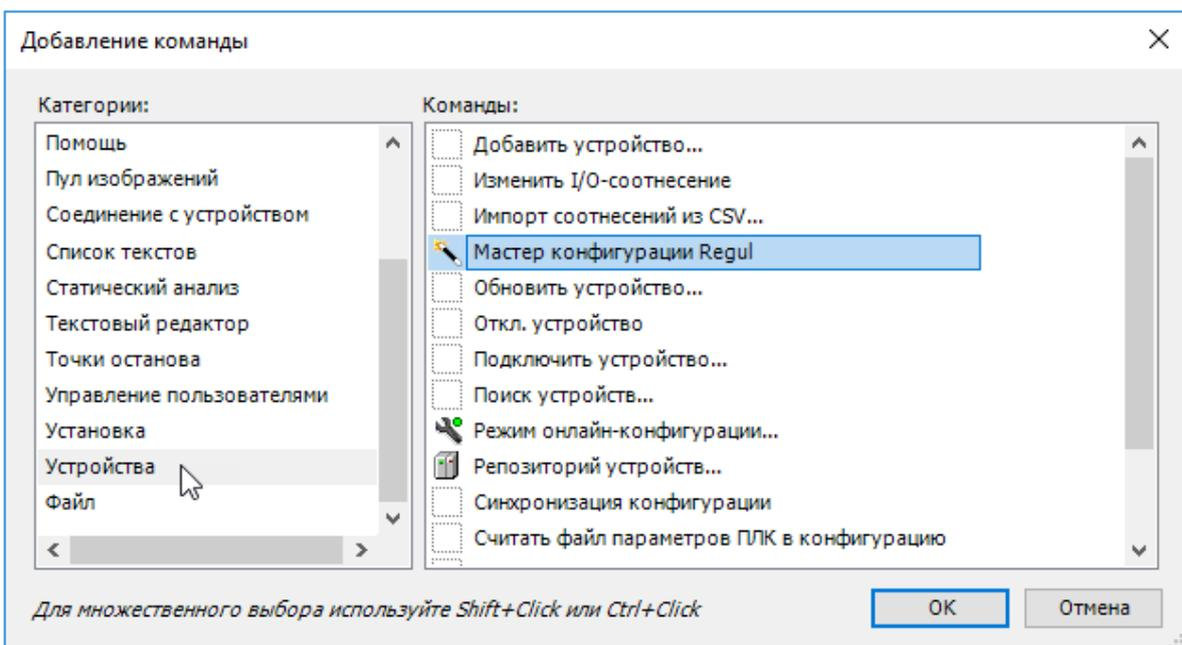

Рисунок 10. Добавление команды на панель инструментов
- в левой части окна в блоке **Категории** выберите **Устройства**. В правой части окна в блоке **Команды** отобразятся все команды этой категории. Выберите команду **Мастер конфигурации Regul** (Рисунок 10). Нажмите кнопку **ОК**. Закройте окно **Настройка**. На панели инструментов перед пиктограммой (Новый проект) появится пиктограмма (Мастер конфигурации Regul).